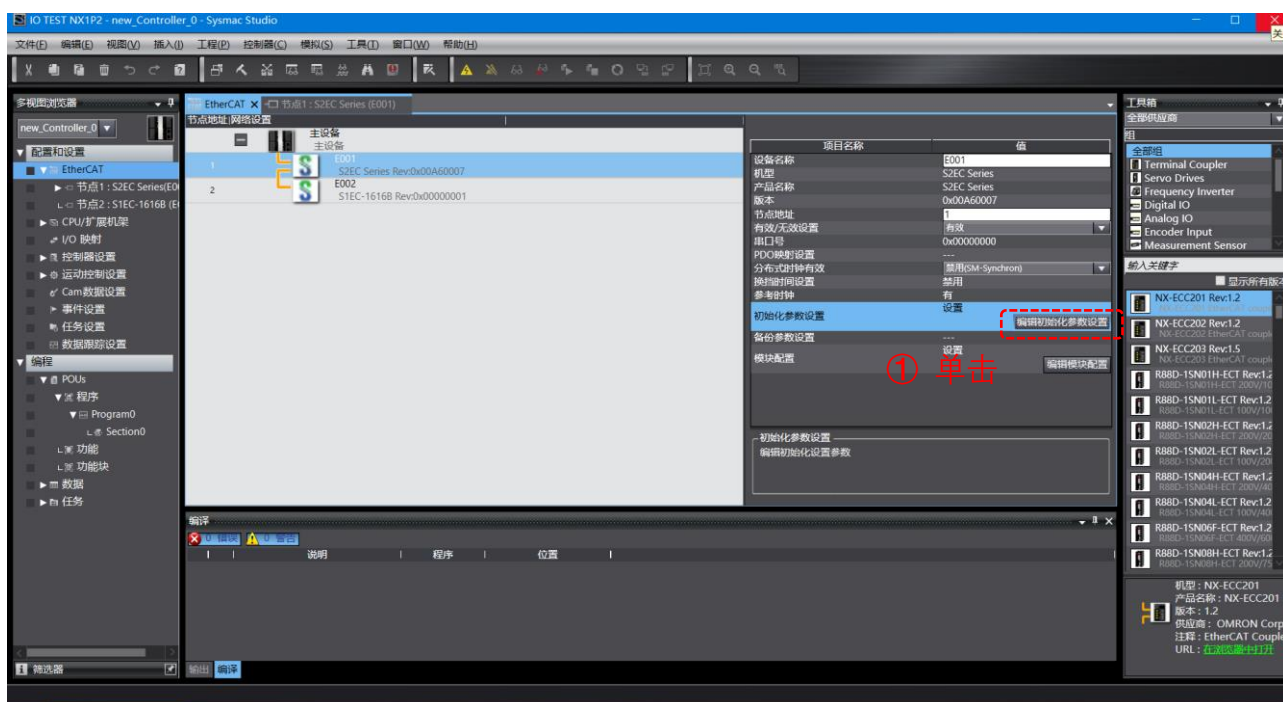

图 3.27
1、初始化参数表编辑法：点击“编辑初始化参数设置”，如图 3.27